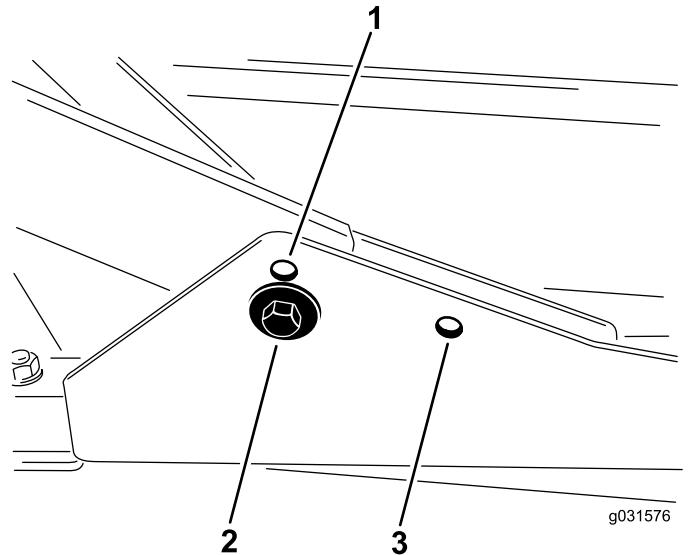

Figura 16
- Para alturas de corte na gama de 2 a 7,6 cm, monte as estruturas de suporte frontais nos furos de montagem frontais inferiores (Figura 16).
furos de montagem frontais superiores (Figura 16).
Para todas as alturas de corte, monte a plataforma de corte traseira nos furos de montagem traseiros (Figura 16).